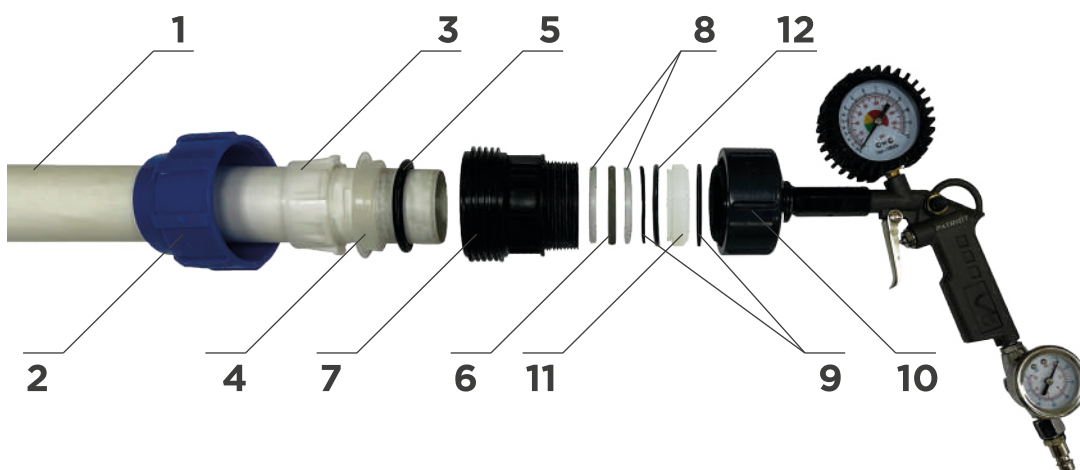
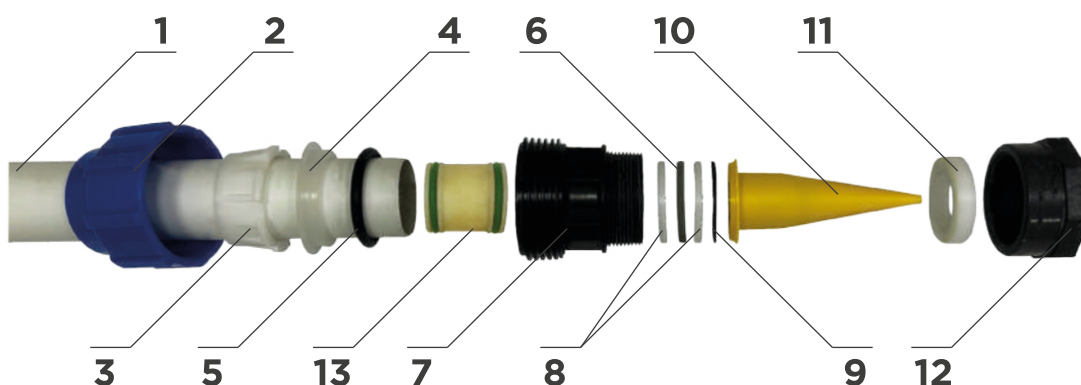

Рисунок 2. Схема разборки крышки и крепления пневмопистолета
Рисунок 3. Схема разборки/сборки крышки и крепления насадки-носика
- Прокладку резиновую Ø54xØ40x2 (поз. 9 рис. 3);
- Полиамидную шайбу Ø53xØ32x5 (поз. 8 рис. 3);
- Мембрану лепестковую (поз. 6 рис. 3);
- Вторую полиамидную шайбу Ø53xØ32x5 (поз. 8 рис. 3).
- 4.4.** Залить приготовленный герметик внутрь трубы (поз. 1 рис. 3) тонкой струей, чтобы избежать образование воздушных пробок внутри трубы.
- 4.6.** Накрутить и плотно затянуть гайку крепления насадки (поз. 12 рис. 3) ключом масляного фильтра (в комплекте) вместе с насадкой (поз. 10 рис. 3) на корпус муфты наружной (поз. 7 рис. 3).
- 4.9.** Для новой заправки «МУШКЕТА 11» герметиком необходимо открутить гайку крепления пневмопистолета (поз. 10 рис. 2) с помощью ключа «Зажимной серп» (входит в комплект поставки).
Для скручивания данной гайки **запрещено** использовать пневмопистолет как рычаг. Внутри гайки должны остаться детали – полиамидное уплотнительное кольцо (поз. 11 рис. 2) с резиновым кольцом (поз. 12 рис. 2) 50-56-36 и резиновая прокладка Ø54xØ40x2 (поз. 9 рис. 2).
- 4.10.** Удалить из корпуса муфты наружной (поз. 7 рис. 2) детали:
- Прокладку резиновую Ø54xØ40x2 (поз. 9 рис. 2);
- Полиамидную шайбу Ø53xØ32x5 (поз. 8 рис. 2);
- Мембрану лепестковую (поз. 6 рис. 2);
- Вторую полиамидную шайбу Ø53xØ32x5 (поз. 8 рис. 2).
- 4.11.** Открутить гайку крепления насадки (поз. 12 рис. 3) с помощью ключа «Зажимной серп». Внутри гайки должны остаться детали – насадка (поз. 10 рис. 3) и полиамидная шайба прижимная Ø56xØ38x12 (поз. 11 рис. 3).
- 4.12.** Удалить из корпуса муфты наружной (поз. 7 рис. 3):
- Резиновую прокладку Ø54xØ40x2 (поз. 9 рис. 3);
- 5.3.** Скрутить гайку крепления пневмопистолета (поз. 10 рис. 2) и крышку-гайку (поз. 2 рис. 2) с помощью ключей, входящих в комплект поставки. Снять корпус муфты (поз. 7 рис. 2) с трубы. Удалить из них все съемные детали. Все детали промыть растворителем.
- 5.4.** Скрутить гайку крепления насадки (поз. 12 рис. 3) и крышку-гайку (поз. 2 рис. 3) с другой стороны трубы. Снять корпус муфты (поз. 7 рис. 3) с трубы. Удалить из них все съемные детали. Все детали очистить от герметика и промыть растворителем.
- 5.5.** В трубе со стороны насадки (поз. 10 рис. 3) находится поршень. Для его удаления и чистки необходимо:
- Открутить крышку-гайку (поз. 2 рис. 2) с помощью специального ключа из комплекта.
- Извлечь трубу 50 РР-М ГОСТ 32414-2013 (поз. 1 рис. 2) из корпуса муфты наружной (поз. 7 рис. 2).
- Открутить гайку крепления насадки-носика (поз. 12 рис. 3) с помощью специального ключа из комплекта.
- Открутить крышку-гайку (поз. 2 рис. 3).
- Извлечь трубу 50 РР-М ГОСТ 32414-2013 (поз. 1 рис. 3) из корпуса крепления насадки-носика (поз. 7 рис. 3).
Собрать устройство в обратной последовательности. При сборке обязательно трубу вставлять в корпуса муфт наружных (поз. 7 рис. 3 и поз. 7 рис. 2) до упора